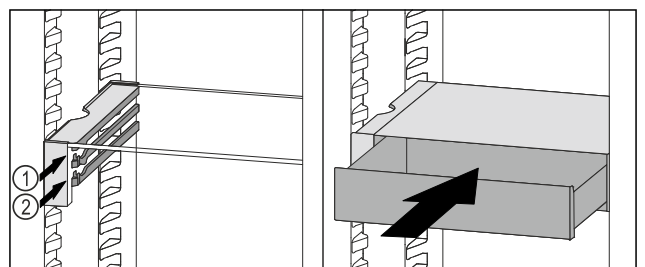

Fig. 78
- VarioSafe-Schubfach hinter den Stoppern auf gewünschter Rippe Fig. 78 (1) oder Fig. 78 (2) aufsetzen.